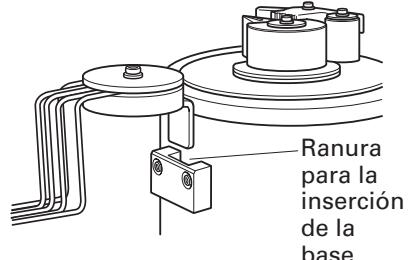

Fig. 18
- (1) Inserte la base del protector de desviación en la ranura de la cortadora/curvadora de varillas. (Fig.18)